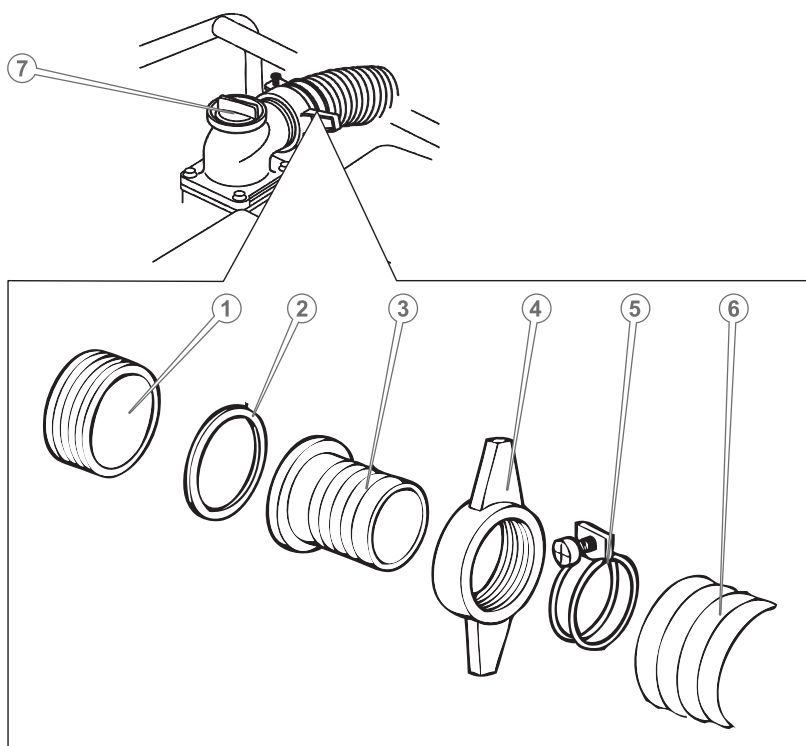

Рисунок 3. Під'єднання вихідного рукава.
5.1.5 Під'єднати вихідний рукав (6, рис. 3) відповідного діаметра (див. розділ 3) з робочим тиском 0,3 МПа до вихідного патрубка (1, рис. 3; 1 рис. 1), як зображено на рисунку 3.